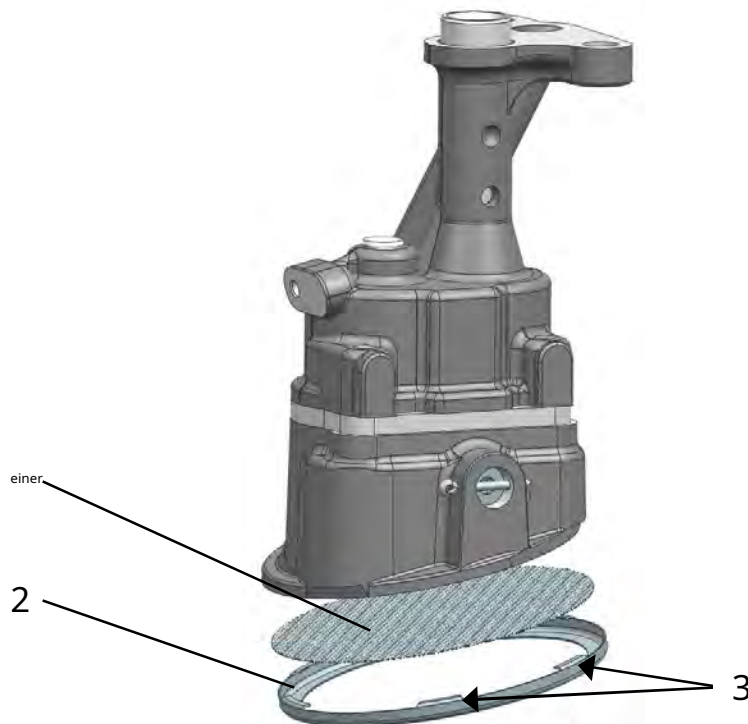

Abb. 100. Entfernen des Rahmens mit einem Netz vom Einlass der Ölpumpe:
- biegen Sie den Schnurrbart des Netzrahmens, entfernen Sie den Rahmen und das Netz (Abb. 100);